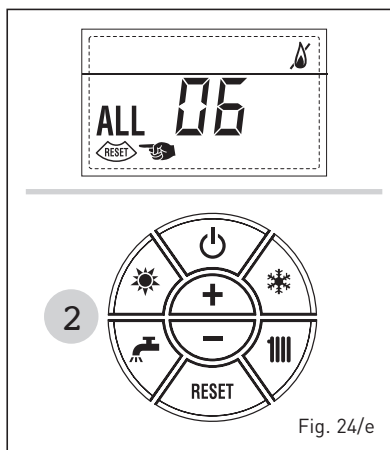

Fig. 24/e
- ANOMALIA TERMOSTATO SICUREZZA "ALL 07" (fig. 24/f)